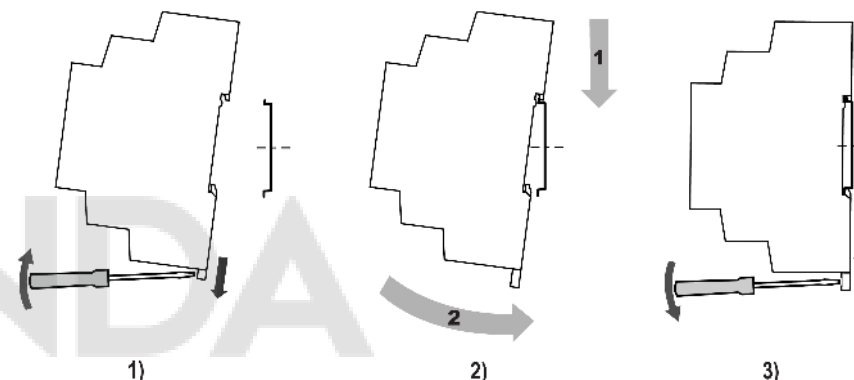

Рисунок 7.4 – Установка прибора
2. Установить модуль на DIN-рейку в соответствии с в направлении стрелки 1 (рисунок 7.4, 2);
3. Вставив отвертку в проушину, оттянуть защелку (рисунок 7.4, 1).
4. Прижать модуль к DIN-рейке в направлении, показанном стрелкой 2. Зафиксировать защелку (см. рисунок 7.4, 3).